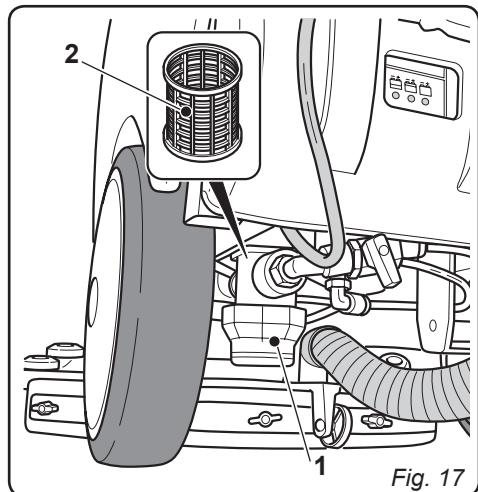

Fig. 17
11.1.d - Nettoyage du filtre d'eau pro- pre (Fig. 17)
- Dévisser le couvercle transparent (1) du filtre et enlever de filtre (2).
- Nettoyer le filtre (2) à l'eau du robinet ; s'il est encrassé, procéder à sa substitution.